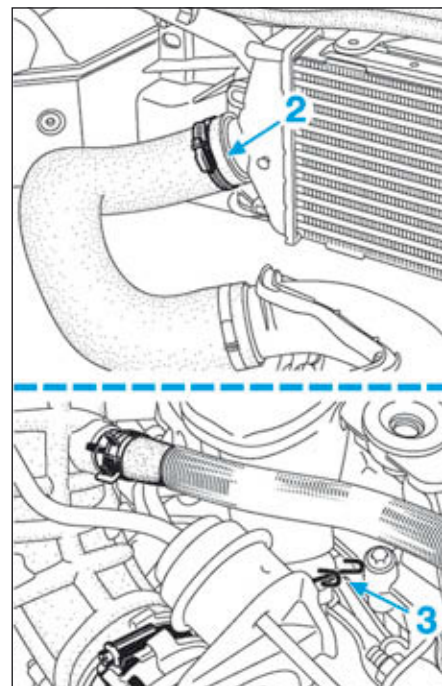

FIG.121
- Déclipper le tuyau d'air entrée de l'échangeur air-air sur le turbocompresseur en (3) (Fig.121).